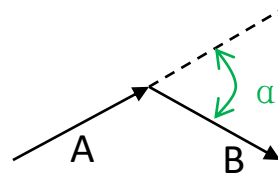

图 6.2 拐角示意图
- 拐角速度比例：拐角速度比例影响割炬移动时的加减速。如图 6.2 所示，A 切割线的末点的切线方向和 B 切割线的初点的切线方向的夹角 α ，以及拐